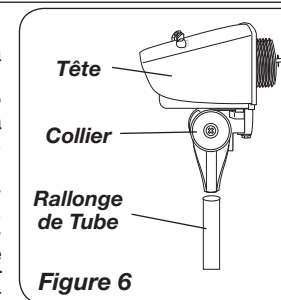

Figure 6
1. Placer la Tête avec le Collier sur la Rallonge de Tube. (Figure 6)
- Place Head Assembly with Collar onto Extension Pipe. (Figure 6)